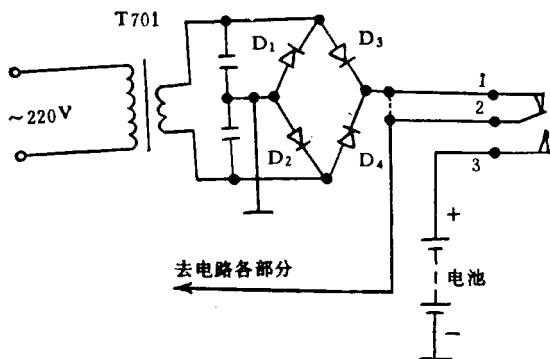

图5-1 交直流转换开关
1、2 两点电阻值 (见图5-1), 表针无指示 (正常值应为零)。显然, 故障是交流转换开关触点断路。
此插座 (交直流转换开关与市电插座为一体化结构) 应急修理方法是: 将图5-1中的 1、2 两点用锡焊连, 也同样能实现交直流自动转换。原理是: 当电源插头拔离机上插座时, 图中的 2、3 点自动导通, 由电池给电路供电。1、2 两点虽已焊连, 但因整流二极管 D_3 、 D_4 得到反向电压, 处于截止状态, 不会将电池短路。当插入电源插头后, 图中 2、3 点自动断开, 1、2 点又早已焊连, 此时由整流电源给电路供电。